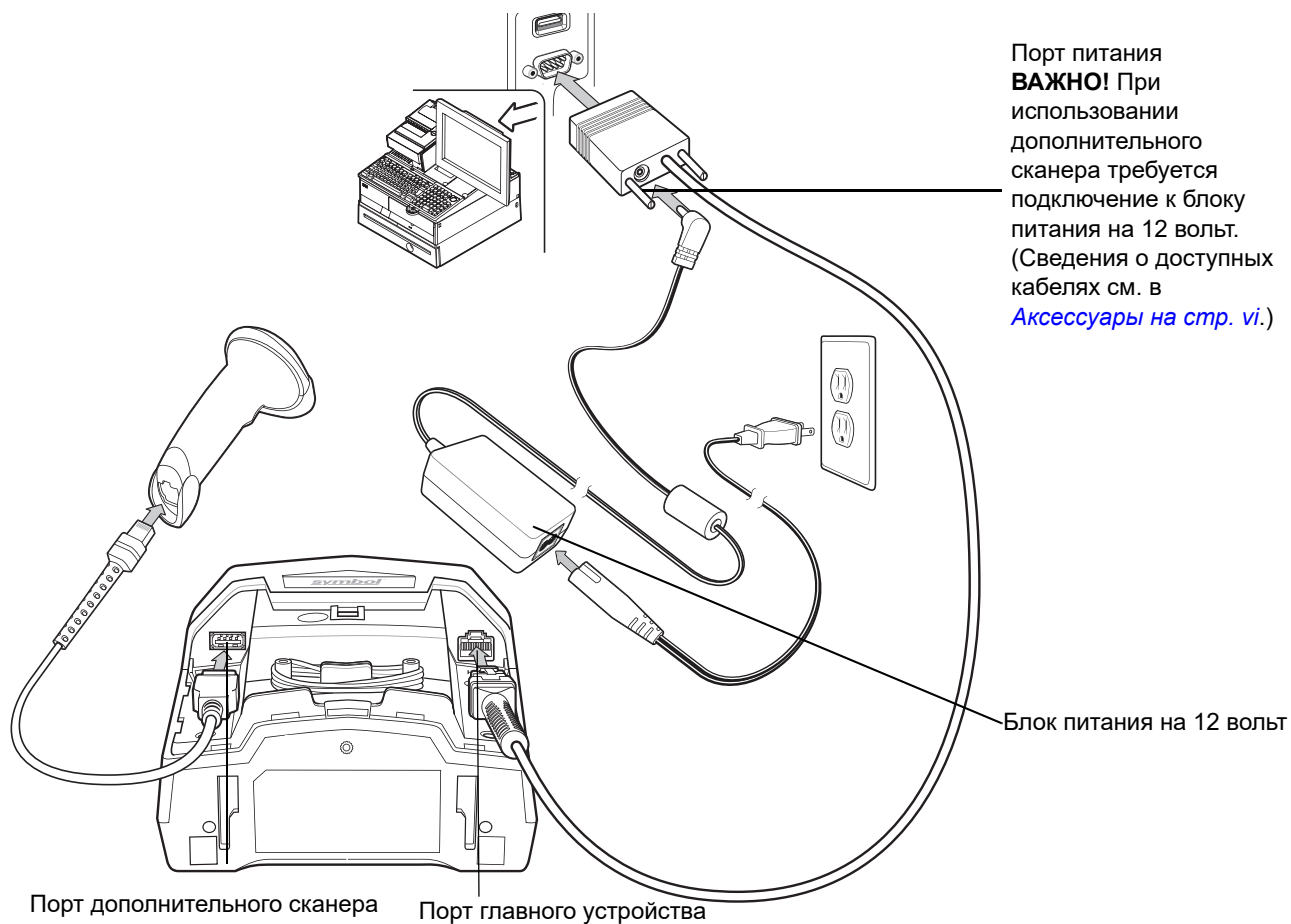

Рис. 7-2 Подключение RS-232 с дополнительным сканером – внешний блок питания на 12 В
- б. Подключите внешний источник питания на 12 В к разъему главного устройства Power Plus на 12 В так, как показано на *Рис. 7-2*.